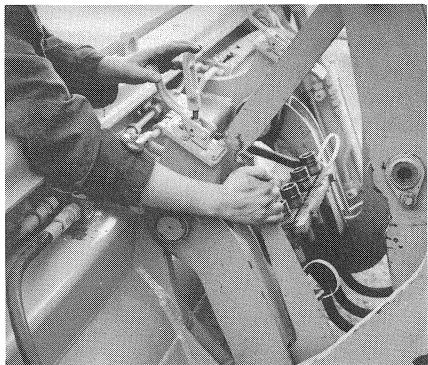

Bild 22
(2) Mit dem Schnellwechselrahmen Schaufel aufnehmen und vom Boden hochheben. Schnellwechselrahmen mit Schaufel so weit ankippen, daß der Schnellwechselrahmen am Schaufelrücken anliegt und die Spannhebel nach vorn gedrückt werden können (Bild 22).
(2) Raise bucket from the ground by means of the quick-change frame and tilt the quick-change frame with bucket to such an extent that the quick-change frame is in contact with the back of the bucket and the clamping levers can be pushed to the front (Fig. 22).
(2) Prendre le bras à l'aide du système d'attelage rapide et le soulever du sol. Redresser le cadre de serrage rapide avec la pelle jusqu'à ce que le cadre touche le dos de la pelle et que les leviers de tension puissent être mis en avant (fig. 22).